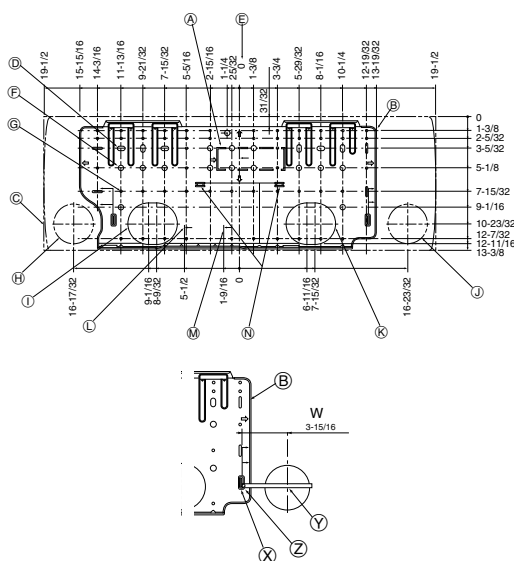

Fig. 3-2
③	Couvercle des tuyaux	1
④	Bandes	5
⑤	Ruban de feutre	3
⑥	Télécommande sans fil	1
⑦	Support de la télécommande	1
⑧	Piles alcalines (de format AAA)	2
⑨	Pièce de montage (Colis)	1
⑩	Télécommande filaire	1
⑪	Adaptateur d'écoulement	1
⑥ - ⑧ sont disposés dans un évidement pratiqué dans le matériau de conditionnement (mousse de polystyrène).
3.2. Installation de la structure de montage mural (Fig. 3-2)